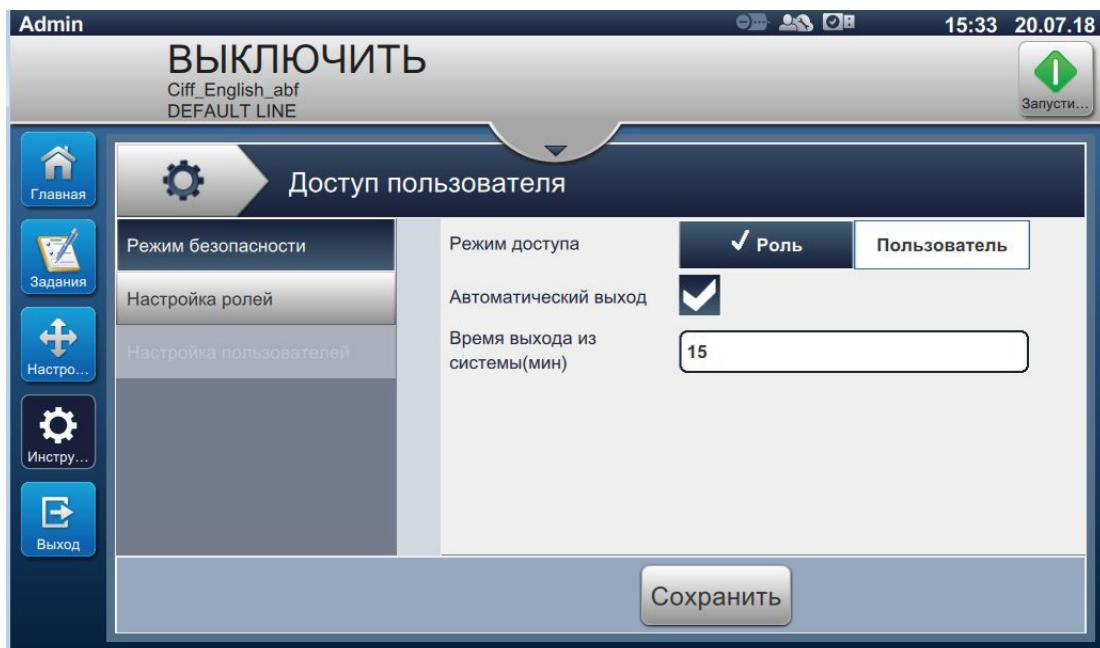

Рис. 6-18: Доступ пользователей
1. Нажмите кнопку на экране «Инструменты». Откроется экран «Доступ пользователей», как показано на Рис. 6-18.